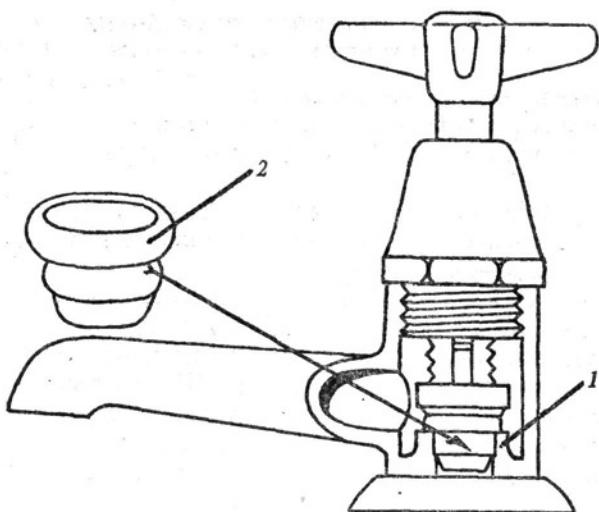

Рис.165. Ремонт седла при помощи нейлонового вкладыша:
- вставьте в искривленное седло нейлоновый вкладыш (рис. 165).